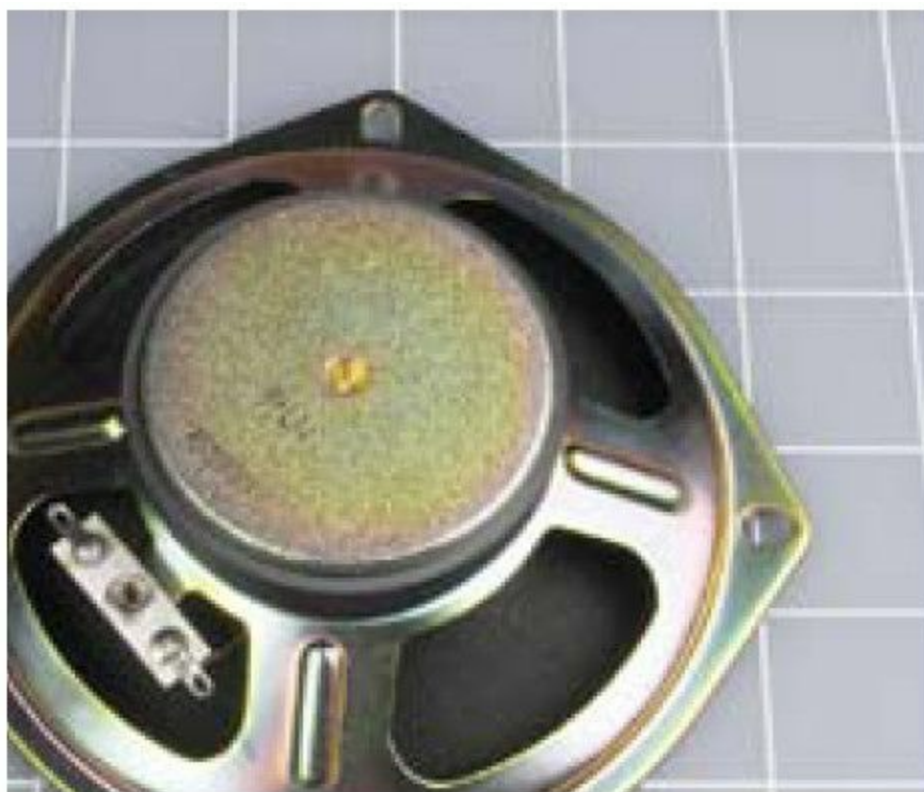

图5-35 为了听出利用线圈和电容器进行音频滤波的效果，你需要一个可以再现低频的扬声器。这种式样的5 in 扬声器是最低要求
□扬声器， $8\ \Omega$ ，直径5 in，数量：1 个。图5-35 是一个典型例子。